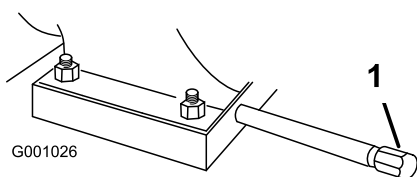

Рисунок 50
1. Очистите поверхность вокруг пробки для слива масла (Рисунок 50).